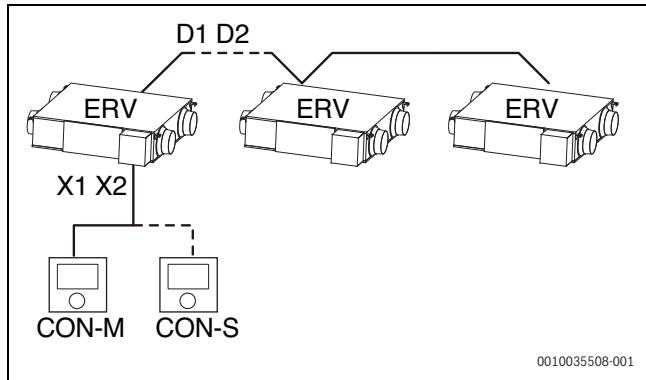

Fig. 17 Múltiples unidades ERV
- Grupo de hasta 16 ERV, controlado solamente por uno o dos reguladores (maestro/esclavo) (→ fig. 17).